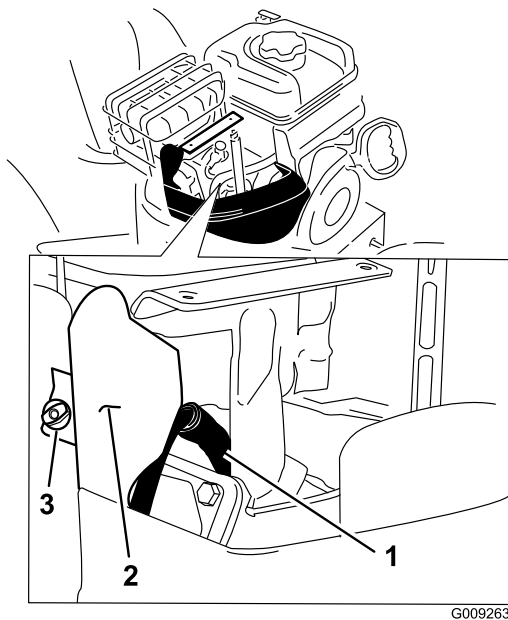

Bild 56
4. Nehmen Sie die Daumenschraube der Halterung von der Halterung ab (Bild 56).
5. Reinigen Sie den Bereich um den Anschluss der Zündkerze (Bild 56).